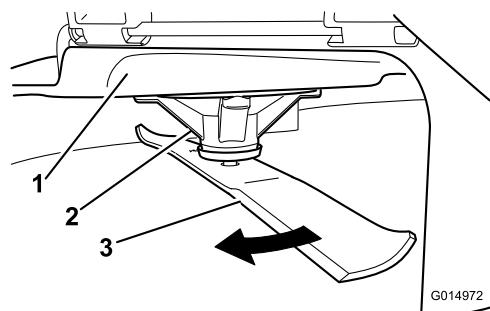

Figure 63
2. Enfilez des gants épais ou utilisez une autre protection adéquate pour les mains, et faites tourner la lame lentement jusqu'à une position permettant de mesurer correctement la distance entre le tranchant et la surface plane sur laquelle se trouve la machine (Figure 63).